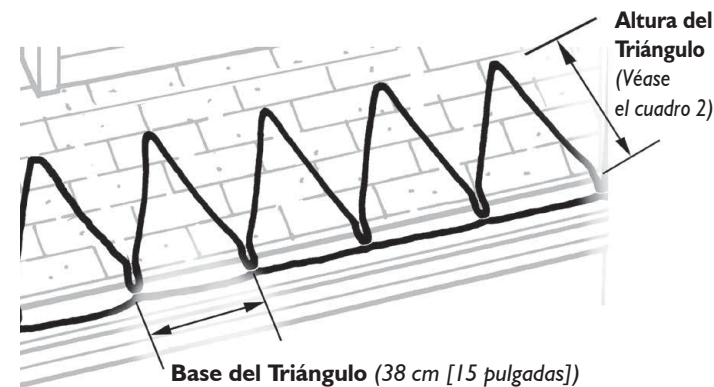

Figura 4. Diseño de los triángulos del cable en el recorrido del techo
• **Diseño para el recorrido del cable por el techo:** El recorrido del cable a lo largo de la línea del alero del techo sigue un diseño triangular (véase la Figura 4). Se debe extender el cable a lo largo del saliente del techo sobre las zonas calientes. Para determinar la altura de los triángulos, mida la profundidad del saliente del techo. Se puede medir la altura de los triángulos por el número de filas de tejas partiendo del borde del alero (basándose en tejas estándares de 5 1/2 pulgadas [15 cm]). Utilice el cuadro 2 para determinar la altura de cada triángulo. Si se utiliza este método, los triángulos se extenderán por lo menos en una fila de tejas (5 1/2 pulgadas [15 cm]), en las zonas calientes del techo.